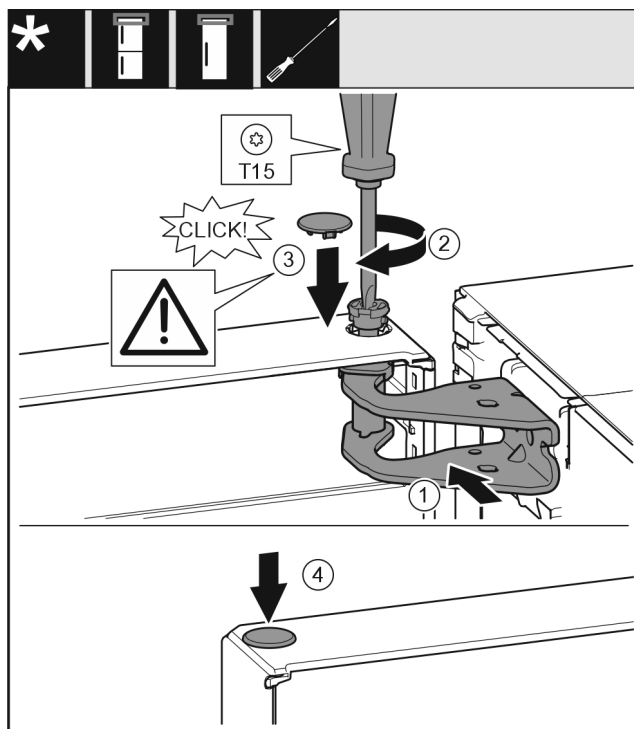

Fig. 15
- ▶ Duris viršuje išlygiuokite į atraminės gembės angą. Fig. 15 (1)
- ▶ Įstatykite varžtą ir tvirtai prisukite atsuktuvu T15. Fig. 15 (2)
- ▶ Durims užfiksuoti sumontuokite apsauginę dengiamąją plokštelę: uždėkite apsauginę dengiamąją plokštelę ir patikrinkite, ar ji priglundą prie durų. Kitu atveju įstatykite iki galo varžtą. Fig. 15 (3)
- ▶ Įstatykite kaištį. Fig. 15 (4)